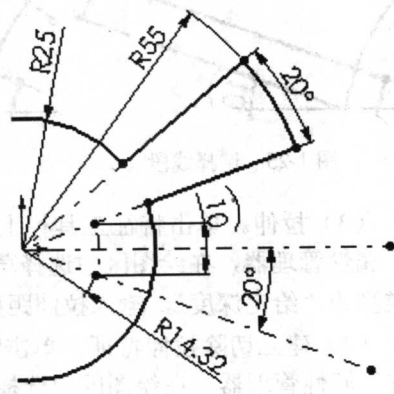

图 1-22 标注弧半径
- 2) 将角度尺寸 40° 删除，标注出弧的半径尺寸，如图 1-22 所示。